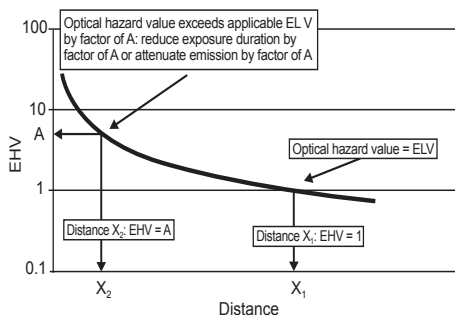

Abbildung 1 - Beispiel für die grafische Darstellung der entfernungsabhängigen Emissionsgefahrenwerte
Mit zunehmendem Abstand von einer Leuchte sinken die geltenden Gefahrenwerte - siehe Abbildung 1. In der Entfernung X1 beträgt EHV = 1, d. h. EHV entspricht dem geltenden Emissionsgrenzwert. Abstand X1 ist der Gefahrenabstand (HD) für dieses Leuchtensystem. Bei der Entfernung X2 überschreitet der Gefahrenwert für optische Strahlung den geltenden Emissionsgrenzwert um den Faktor A. Bei diesem Abstand kann eine übermäßige Exposition gegenüber optischer Strahlung entweder durch eine Beschränkung der Expositionszeit um einen Faktor von A (wenn die Emissionsgrenzwerte als Strahlenexposition oder zeitintegrierte Strahldichte ausgedrückt werden), oder durch Verwendung technischer Begrenzungen, (wie Filter), verringert werden, die die zugängliche Emission abschwächen, und/oder